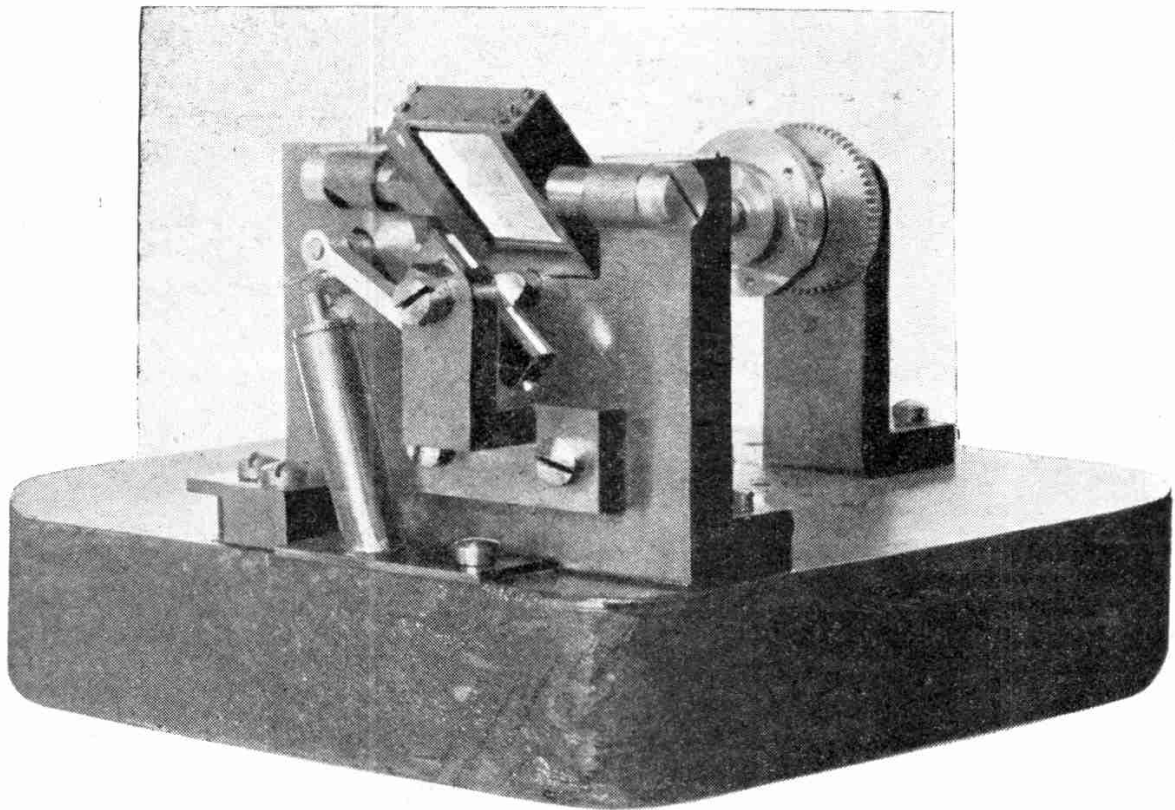
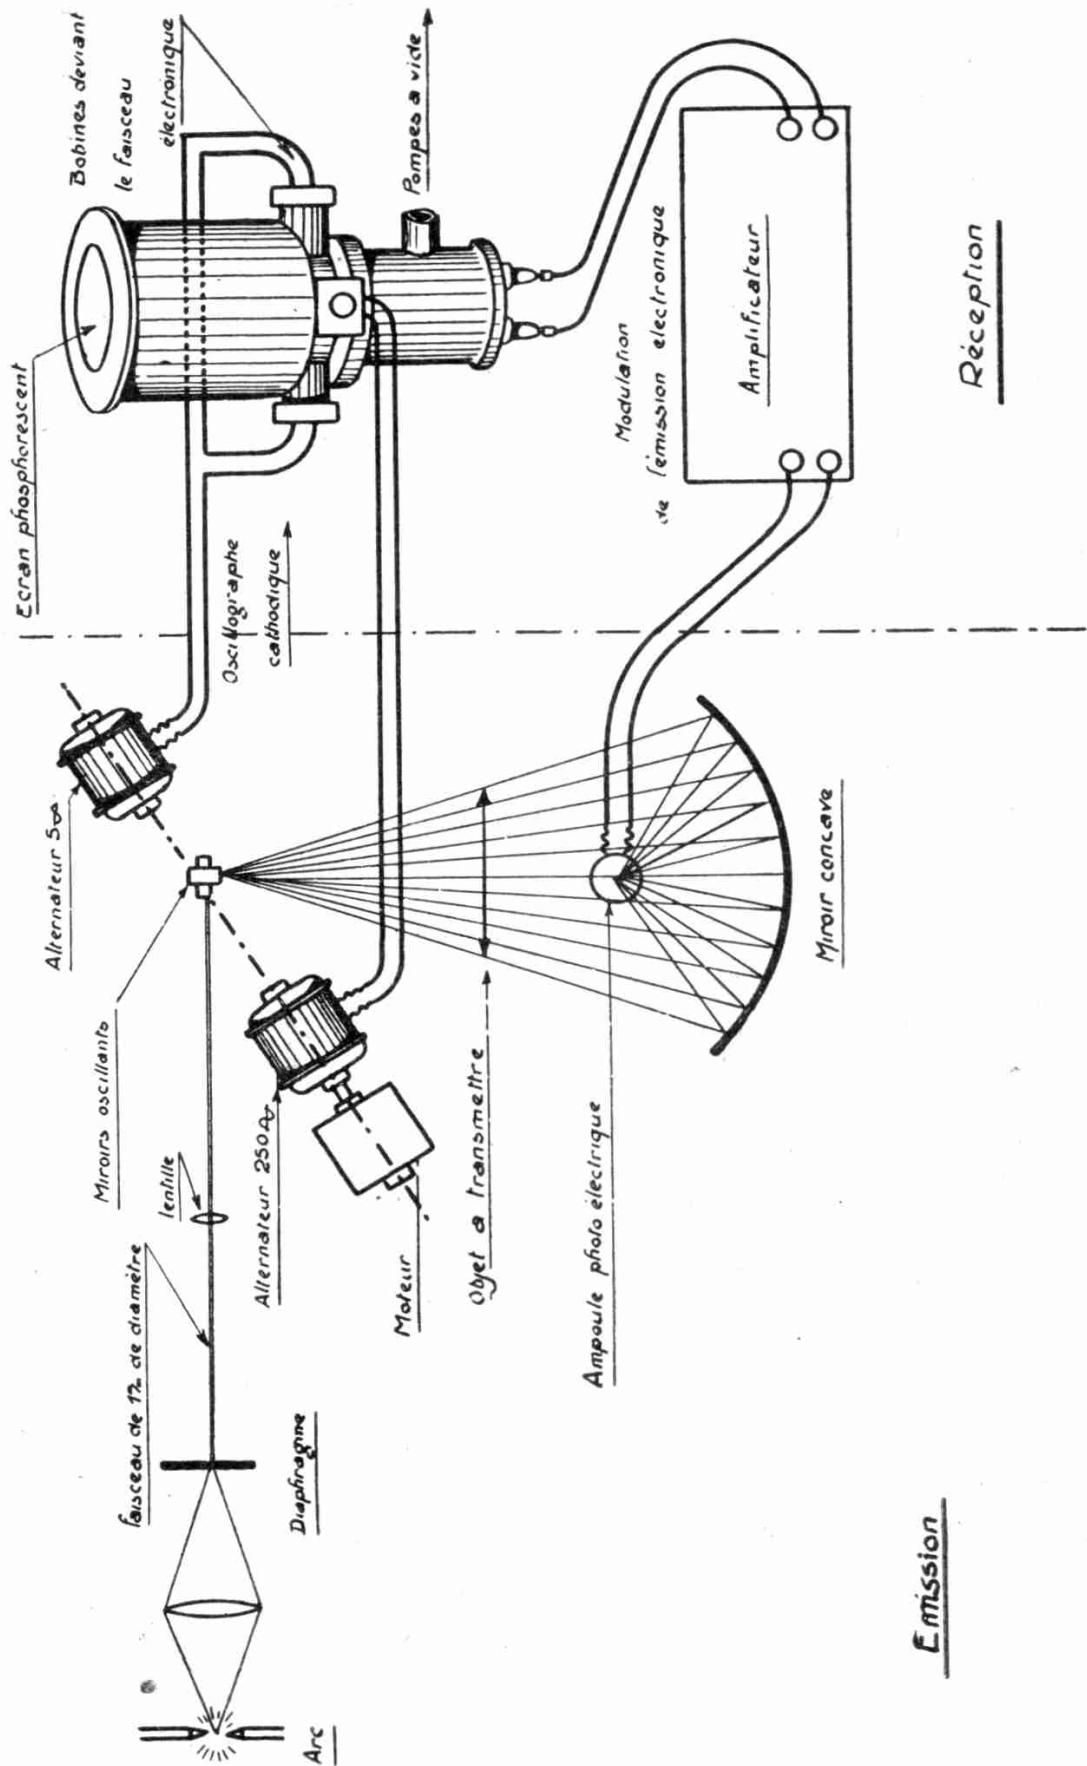
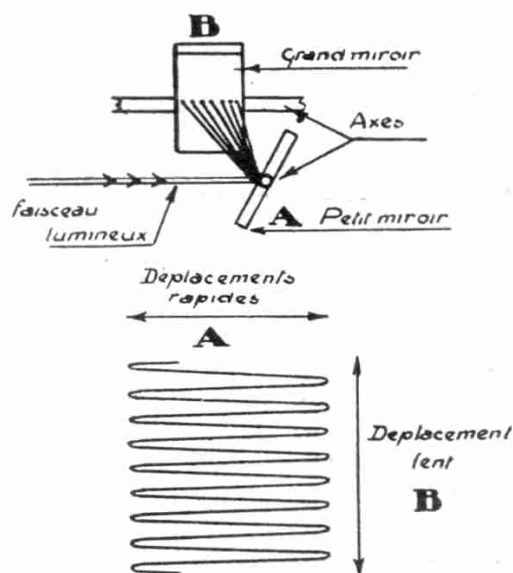

Fig. 1
Fig. 2
Fig. 3
M. Belin a mis au point un système de 2 miroirs oscillants qui explorent l'objet suivant une double sinusoïde (fig. 3)¹ tellement rapidement que la rétine garde
La source lumineuse est un arc Garbarini, cet arc à refroidissement par eau donne un point brillant très petit, son éclat est concentré par une lentille sur un diaphragme d'un millimètre de diamètre (fig. 2) dont l'image est projetée par une lentille sur un petit miroir oscillant très rapidement (centre de la fig. 1) les lignes ainsi obtenues (fig. 3) sont reprises par un miroir plus large (haut de la fig. 1) oscillant suivant un axe perpendiculaire et plus lentement, déplaçant ainsi la succession de lignes dans un sens perpendiculaire. La résultante de ces 2 mouvements est la sinusoïde de la fig. 3.